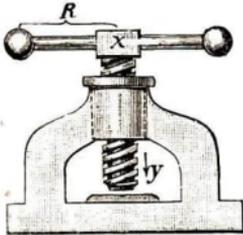

Abb. 94. Schraubenpresse
1. Mit einer **Schraubenpresse** (Abb. 94) kann man bekanntlich einen großen Druck ausüben. Sie besteht aus einer Schraube, an der oben eine Kurbel R mit ein paar Wuchtkugeln angebracht ist. — Bei jeder Umdrehung senkt sich die Schraube um eine Ganghöhe h . Eine Schraube heißt **Millimeterschraube**, wenn ihre Ganghöhe 1 mm ist.